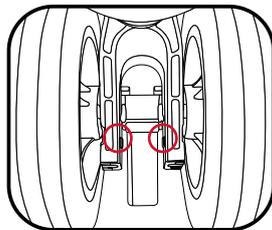

Figure 3
3. Vous trouverez deux petites molettes en acier de part et d'autre de la roue, servant à aligner la roue (figure 3)